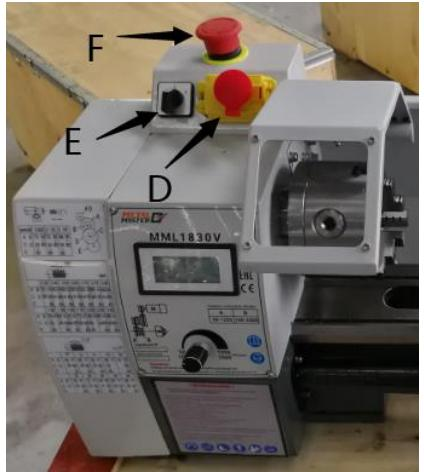

Рис. 9
1. Кнопка аварийной остановки, выключатель ON/OFF (ВКЛ./ВЫКЛ) (D, Рис. 9)
2. Переключатель на два положения (E, Рис. 9)
3. Переключатель управления переменной скорости (F. Рис. 9)